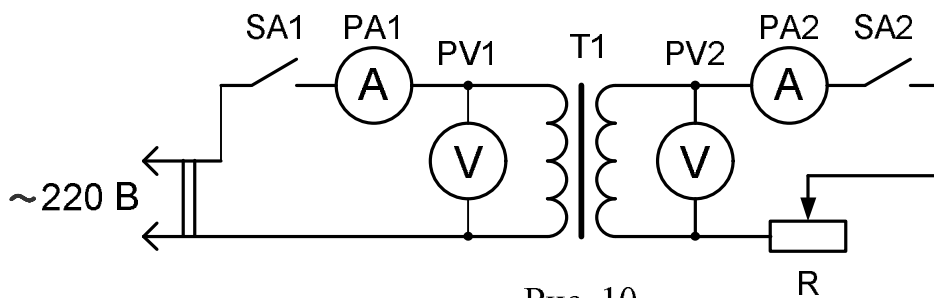

Рис. 10
1. Доповніть попереднє коло амперметрами, реостатом (30 Ом, 5 А) і ключем (рис. 10). До демонстраційних амперметрів PA1 і PA2 слід підібрати відповідні шунти (див. роботу № 2). Як вторинну обмотку використайте обмотку на 12 В.